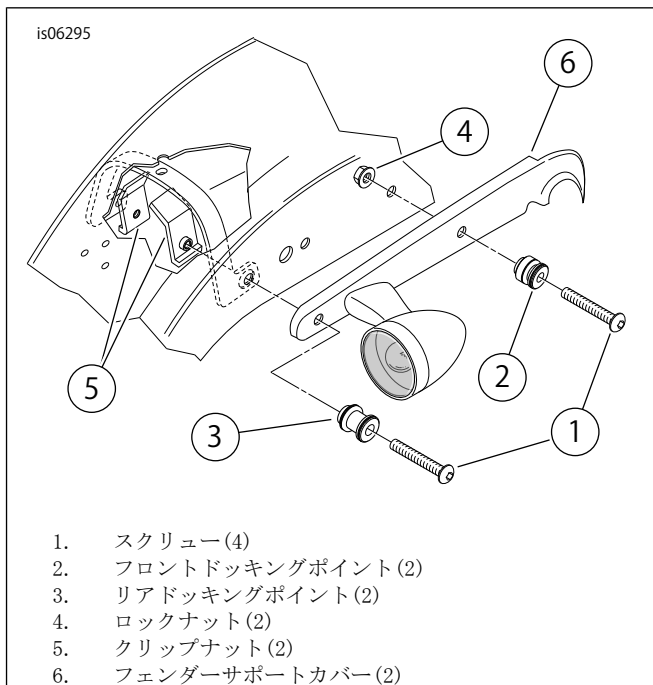

図3。ドッキングポイント-リジッド付属品またはサドルバッグのみ
1. 「図3」を参照。キット内の説明を参照して、ドッキングハードウェアキット90201424を取り付ける。